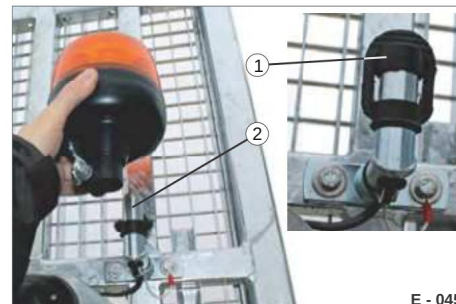

Fig. 34 Rimozione del faro rotante
► Posizionare la copertura in gomma (Fig. 34/1) sulla console per proteggerla dall'umidità/sporcizia.